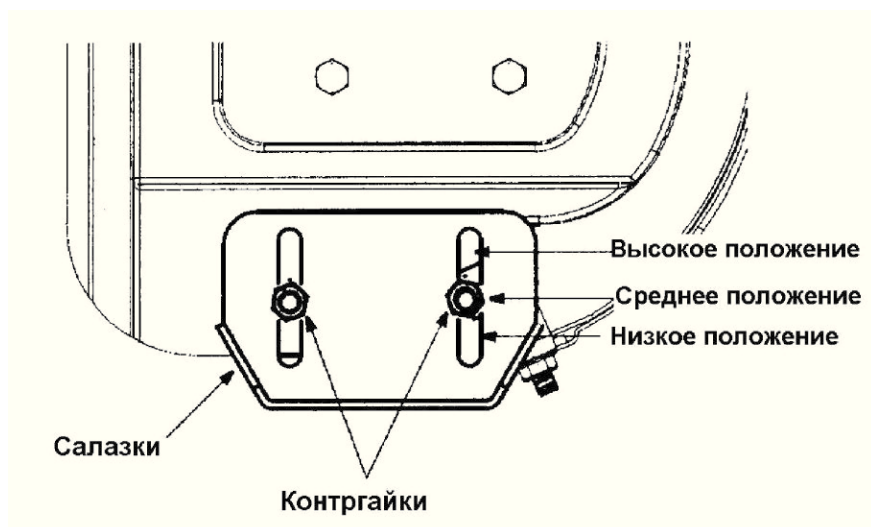

Рисунок 5
1. Отрегулируйте направляющие салазки, ослабив четыре контргайки и крепежные болты, затем передвиньте салазки в желаемое положение. Смотрите рисунок 5.